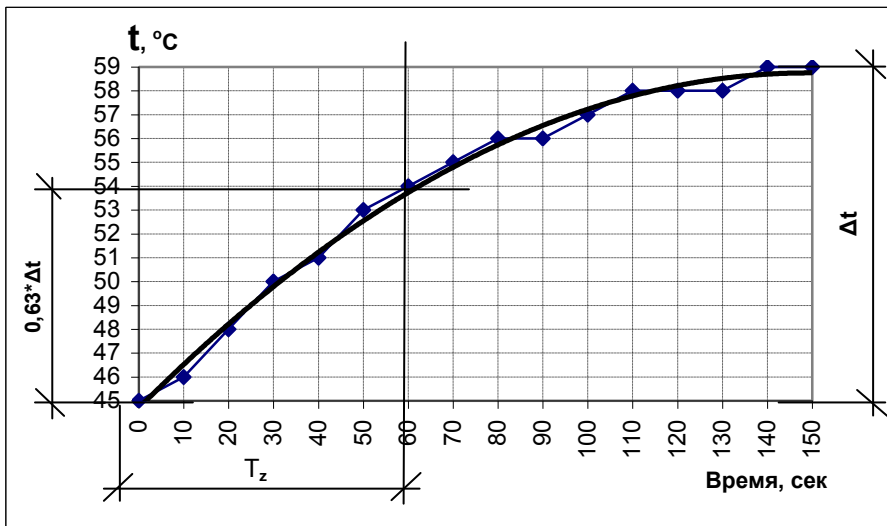

Рис. 6.19
6.9.5 Определение коэффициента «И» может быть произведено одновременно с определением коэффициента «П», для чего после открытия (или закрытия) клапана (см. п. 6.9.2) необходимо по секундомеру фиксировать изменение температуры для последующего построения графика переходного процесса в осях температура – время. По графику изменения температуры во времени (кривая разгона) определяется постоянная времени объекта  $T_z$  – это отрезок на оси времени от начала кривой разгона до перпендикуляра, опущенного из точки, где температура достигает величины  $t_1 = \pm 0,63 * \Delta t$  (см. пример кривой разгона для системы ГВС, рис. 6.19).